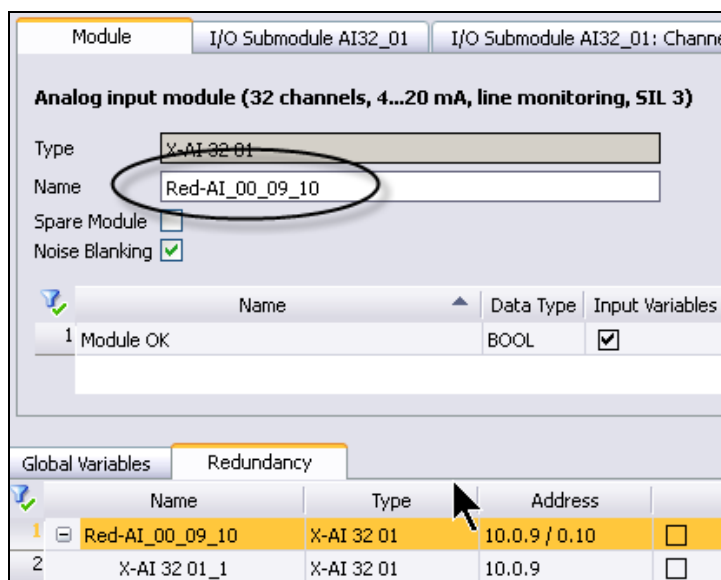

Fig. 4-25: Definición de un nombre para el grupo de redundancia
- El nombre debería contener el número de rack y los números de slot de ambos módulos (ver ejemplo en la Fig. 4-25: rack 0, slots 9 y 10).